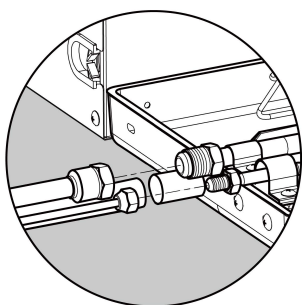

рис. 12
- (1) Удалите с трубы заглушки.
- (2) Направьте развальцованную часть трубы в центр резьбового соединения. Плотнo закрутите гайку вручную, как показано на рис.12 (Убедитесь, что труба подсоединена правильно. Неправильное расположение центра не позволит надежно закрутить гайку. Резьба гайки может быть повреждена, если прилагать излишние усилия при ее закручивании)